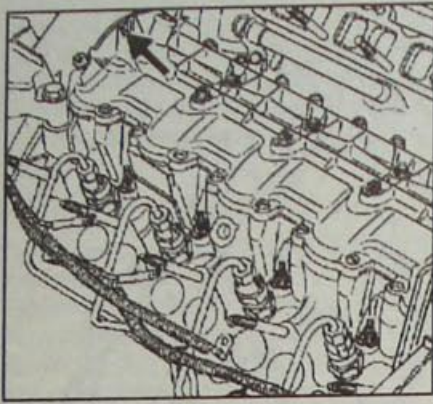

Рис. 3.3. Расположение окна, через которое видна метка ВМТ
- Установите поршень первого цилиндра в ВМТ, при этом через окно кожуха ремня привода газораспределительного механизма будет видна метка на шкиве распределительного вала (рис. 3.3).